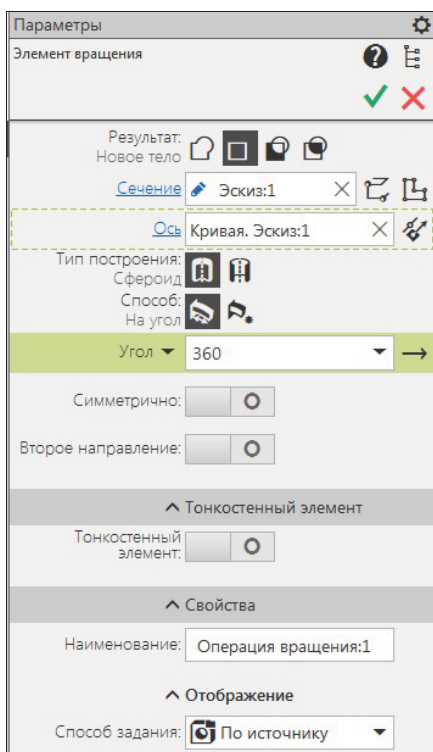

Рис. 19.18. Панель Параметры:
- ◆ на панели **Элементы тела** из выпадающего меню кнопки **Элемент выдавливания** вызовите команду **Элемент вращения** . Если эскиз построен правильно, то на экране появится фантом модели "Ось". На панели **Параметры: Элемент вращения** (рис. 19.18) появились следующие элементы управления: